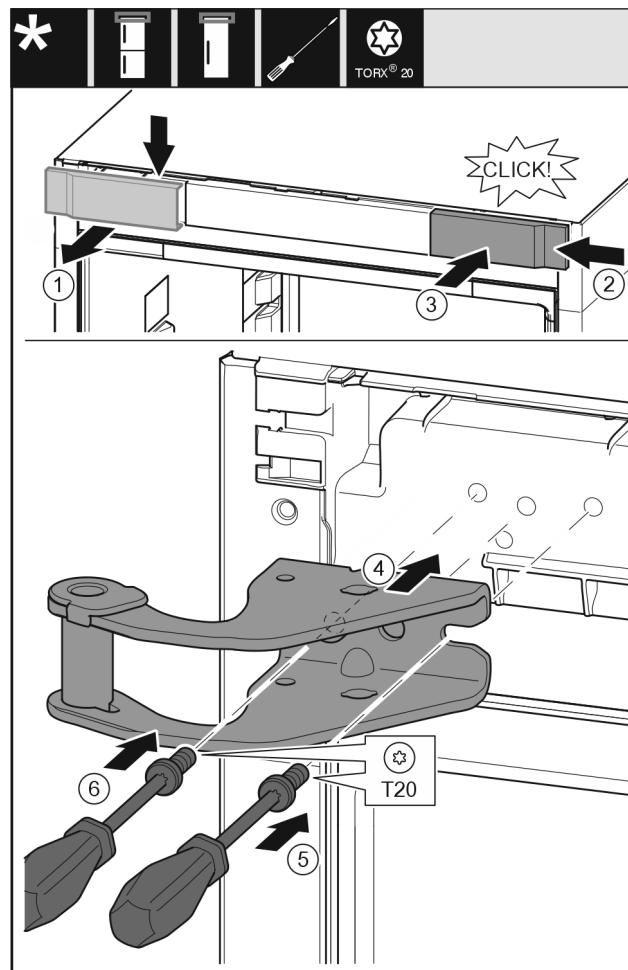

Fig. 12
- ▶ Detașați apărătoarea de sus spre înainte. Fig. 12 (1)
- ▶ Acroșați pe cealaltă parte din dreapta capacul rotit cu 180°. Fig. 12 (2)
- ▶ Fixați în poziție apărătoarea. Fig. 12 (3)
- ▶ Așezați suportul de lagăr superior. Fig. 12 (4)
- ▶ Așezați și înșurubați ferm șurubul cu șurubelnita T20. Fig. 12 (5)
- ▶ Introduceți și înșurubați ferm șurubul cu șurubelnita T20. Fig. 12 (6)